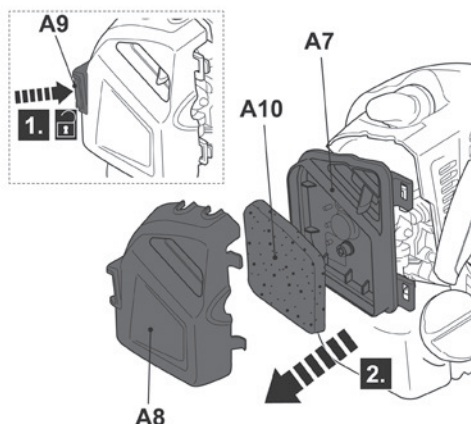

Fig. 76
- > Inspeccione el filtro de aire regularmente. Si es necesario, sustitúyalo por uno nuevo (Fig. 76).